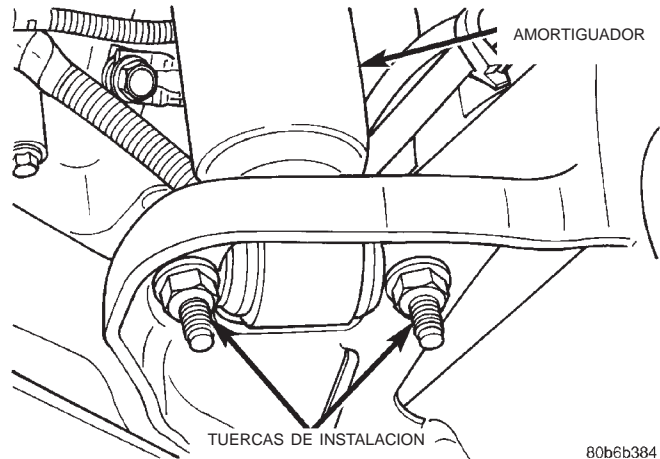

Fig. 3 Montaje del amortiguador inferior
(2) Eleve y apoye el eje delantero.
(3) Retire del soporte de eje las tuercas de instalación inferiores (Fig. 3). Retire el amortiguador.